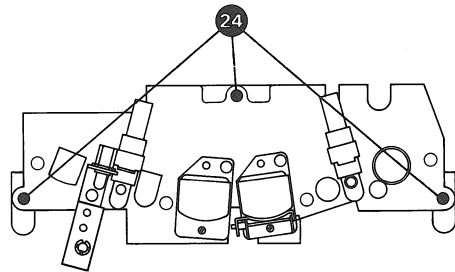

Fig. 3.6.-1
- 3 Schrauben (24) (Fig. 3.6. - 1) lösen.
- Remove 3 screws (24), (fig. 3.6. - 1).
- Dévisser les 3 vis (24) (Fig. 3.6. - 1).